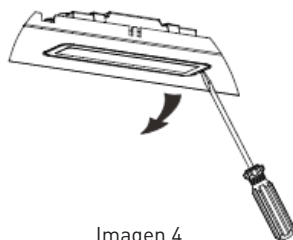

Imagen 4
- Forma 2. Utilice un destornillador plano para levantar el borde inferior de la bombilla LED, consulte la imagen 4, luego tire ligeramente del cable que conecta la bombilla, consulte la imagen 3.